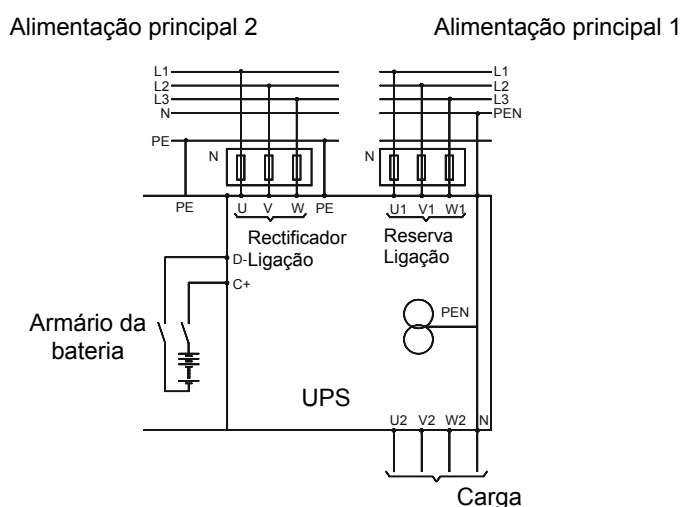

Fig. 14 – Duas redes de alimentação
A alimentação para o rectificador ou para o by-pass e o by-pass de manutenção pode ser fornecida de modo separado (opcional, ver a Fig. 14) ou pela mesma rede de alimentação. A carga está ligada à ligação para a carga.
- Verificar se o seu UPS está montado para uma ou duas redes de alimentação e preparar a ligação de acordo com o diagrama do sistema eléctrico Fig. 14. As ligações C+ e D- estão situadas no terminal de bornes da ligação de entrada.